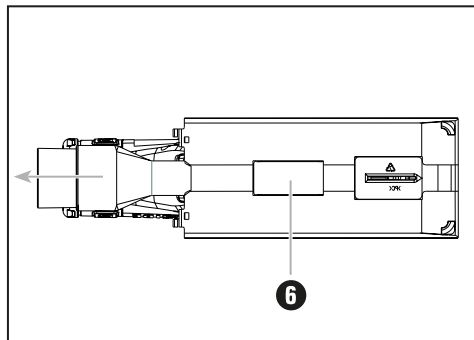

Fig. 2 : Retirer l'embout d'aspiration
- ◆ Appuyer avec le pouce à l'endroit marqué sur la figure 2 pour déverrouiller l'embout d'aspiration 6. Simultanément, saisissez avec l'autre main le manchon d'aspiration 6 dans le sens de la flèche pour l'extraire de l'appareil.